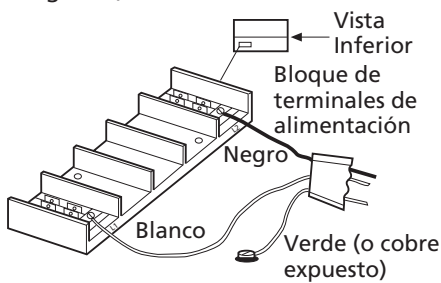

Figura 7
3. Conecte los conductores en el bloque de alimentación que está situado en la base del calentador (consulte la Figura 7).